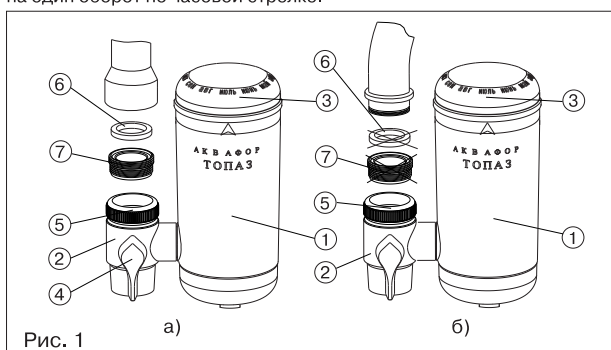

Рис. 1
- для удобства монтажа поверните модуль (1) относительно переключателя (2) на один оборот против часовой стрелки и аккуратно выньте модуль (1);
- выверните пластмассовый резьбовой переходник (7) из узла подключения (5) переключателя (2);
- если кран имеет внутреннюю резьбу, то вверните в него пластмассовый резьбовой переходник (7) с уплотнительной шайбой (6), затем на пластмассовый резьбовой переходник (7) наверните узел подключения (5) переключателя (2) (рис. 1а);
- ВНИМАНИЕ! Возможно при использовании резьбового переходника (7) будет необходимо поменять местами уплотнительную шайбу, находящуюся в узле подключения (5) и уплотнительную шайбу (6).
- если кран имеет наружную резьбу, то наверните на кран узел подключения (5) переключателя (2) (рис. 1б);
- расположите модуль (1) вертикально и аккуратно вставьте его до упора в переключатель (2), после чего поверните модуль (1) на один оборот по часовой стрелке.